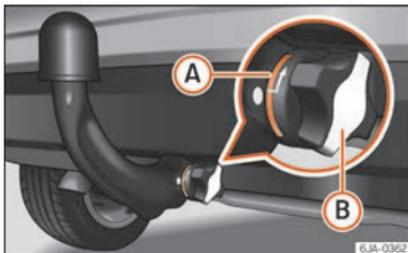

Abb. 238 Ordnungsgemäße Befestigung der Kugelkopfstange
- Die rote Markierung (A) » Abb. 238 am Handrändelrad ist auf die weiße Markierung an der Kugelkopfstange gerichtet ist.
- Die Abdeckung (B) auf das Schloss des Handrändelrads aufgesetzt wurde.